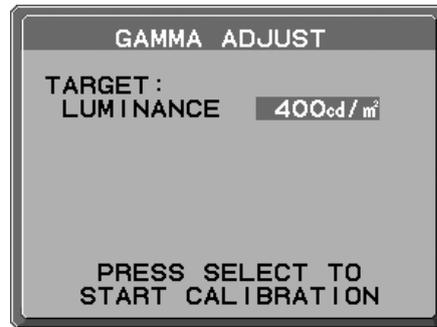

Abbildung 2
4. Legen Sie die Zieleinstellung für die LUMINANZ (cd/m²) (**Abbildung 2**) fest. Drücken Sie SELECT, um die Kalibrierung zu starten. Abhängig von der Benutzereinstellung kann dies einige Minuten in Anspruch nehmen.